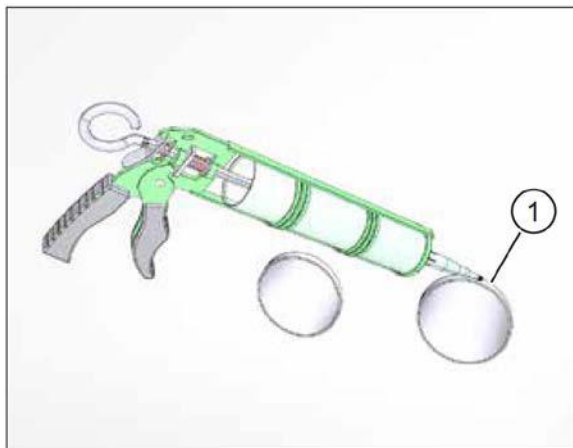

Рис. 31: герметизировать вентиляционные трубы на наружной стене
- ▶ Снимите фаски с обеих кромок трубы (поз. 1 на рис. 31) примерно под углом  $5 \times 45^\circ$ , чтобы создать зазор для уплотняющих швов с использованием нетвердеющего герметика.